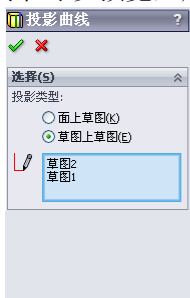

图 7-35 “投影曲线”属性管理器
- ❶ 在两个相交的基准面上各绘制一个草图，这两个草图轮廓所隐含的拉伸曲面必须相交，才能生成投影曲线。完成后关闭每个草图。
- ❷ 按住 Ctrl 键选取这两个草图。
- ❸ 单击曲线工具栏上的投影曲线按钮 ，或选择“插入”→“曲线”→“投影曲线”命令。如果曲线工具栏没有打开，可以选择“视图”→“工具栏”→“曲线”命令将其打开。
- ❹ 在“投影曲线”属性管理器中的显示框中显示要投影的两个草图名称，同时在图形区域中显示所得到的投影曲线，如图 7-35 所示。
- ❺ 单击  按钮，生成投影曲线。投影曲线在特征管理器设计树中以图标  表示。